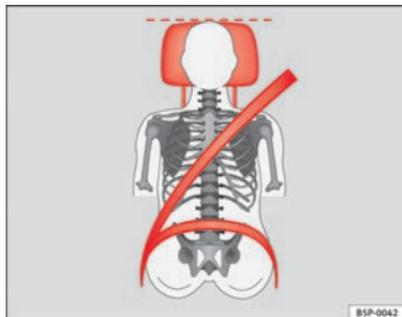

Fig. 12 Cintura di sicurezza e poggiatesta (visti da davanti) posizionati correttamente
- Il tratto superiore del nastro deve passare al centro della spalla, non sul collo! La cintura di sicurezza deve aderire bene alla parte superiore del corpo ⇒ fig. 12.